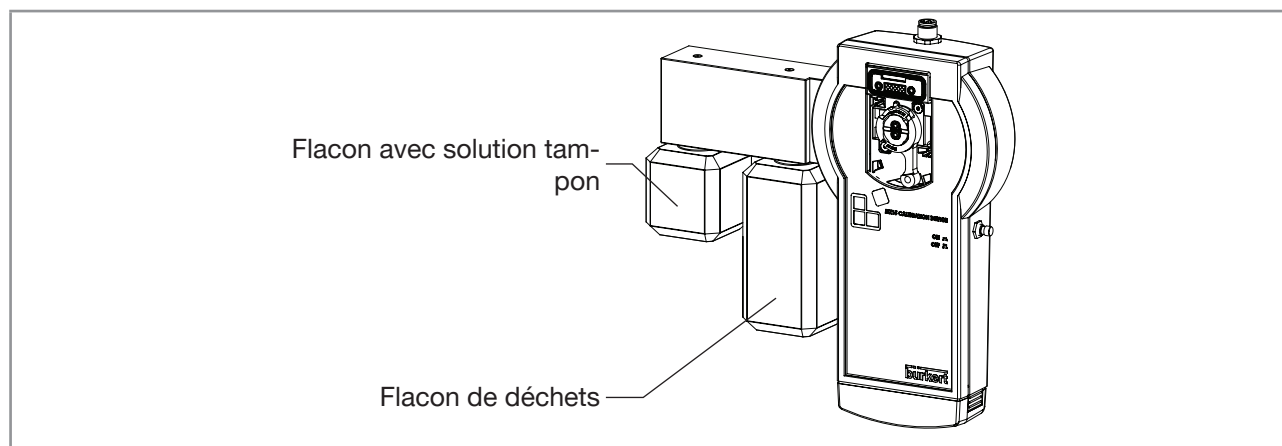

Fig. 9 : Outil manuel d'étalonnage et de nettoyage : position du flacon avec la solution tampon et position du flacon de déchets
- Visser le flacon avec la solution tampon comme indiqué sur le site Fig. 9. Consulter le manuel d'utilisation du type MZ15.